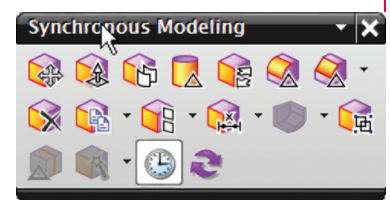

Abbildung 2: Menüleiste der synchronen Modellierung.
- Wählen Sie den Befehl Koplanar aus der Menüleiste der synchronen Modellierung (Abbildung 2).